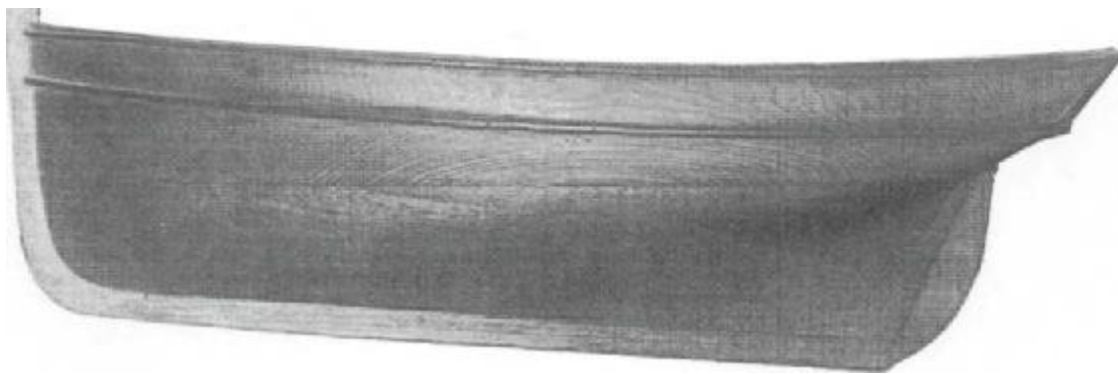

Fig 3 : Demi-barque chalutière de Honfleur.
c) Modèle en planchettes superposées. C'est avec le même esprit que Pierre Labréque projette un bateau aux formes issues de celles du picoteux, mais à quille. Son modèle en planchettes, essai de promotion à peu de frais, existe encore et est exposé avec une grosse partie des projets Labréque au Musée du Vieux Courseulles. Un petit modèle de chez Célestin Paris d'Arromanches et celui d'une chaloupe faite par Tabourel à Port-en-Bessin pour un pilote du Havre sont aussi des projets de bateaux de plaisance issus des formes de pêche. Mais il existe encore des modèles de bateaux plus importants. Par exemple un très beau 3 mâts de 35 m construit par Lecorneur sur les rives de l'Orne à Caen, vers 1865. Une coque de bis-quine de cabotage des années 1850 provient vraisemblablement des chantiers de Caen. Le Musée du Vieux Honfleur possède une belle collection de modèles de voiliers de commerce, des chantiers Cardon et, sans doute, Leviels, très renommés. Le Musée de la Marine à Paris possède, de ce même chantier, trois modèles le *Simbad* 1855, le *Général Berthaut* 1883, la *Normandie* 1886. A Cherbourg, la famille descendant du constructeur Lecerf conserve trois-mâts, bricks et pilotes. Le Musée du Vieux Granville expose le demi-modèle et le modèle gréé d'une superbe bisquine de cabotage *l'Impératrice*, construite par Duvard en 1860. Cependant M. Gérard Bernard, constructeur à Saint-Vaast, a trouvé à la décharge publique en portant ses copeaux un demi-modèle de sloop caboteur de commerce des années 1835-1840. Les documents concernant la pêche sont plus nombreux. La construction en bois est encore relativement active en Basse-Normandie. A Port-en-Bessin, la famille Tabourel possède un très beau modèle d'une grande barque, la *Jeanne*, dernier voilier pur construit en 1922. Le Musée de Honfleur présente un ensemble de barques chalutières, platte de Villerville, pilote du Havre (fig. 3). Dans le Val de Saire, à Barfleur, un modèle rappelle le seul bautier qui ne fut pas construit dans ce port, mais chez Lecordier à Saint-Vaast-la-Hougue, la *Léonie-Pauline* plus connu comme le *Marquis de Biau Né* (3). La famille Bellot, originaire de Barfleur conserve avec piété dirait-on, un ensemble intéressant de modèles des différents bateaux et embarcations construits dans ses chantiers. Tous les modèles Bellot, et c'est aussi généralement le cas pour la plupart des chantiers sont en pin rouge, ce beau bois du Nord, imputrescible et si agréable à travailler. Souvent les projets, modèles, dessins, gabarits, restent dans les chantiers après vente ou succession. Cela peut contribuer à apporter une certaine continuité dans les formes.